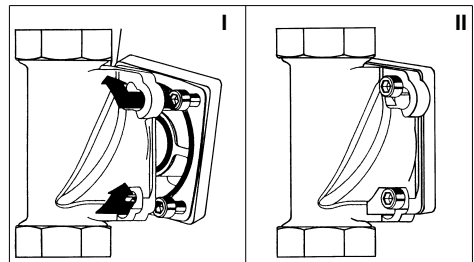

Abb. 4: Einbaudrehflansch mit Bajonett
- Die vier Flanschschrauben in die Bajonettbohrung am Einbaudrehflansch stecken (siehe Abb. 4 I).
- Den Filter im Uhrzeigersinn bis zum Anschlag drehen (siehe Abb. 4 II).